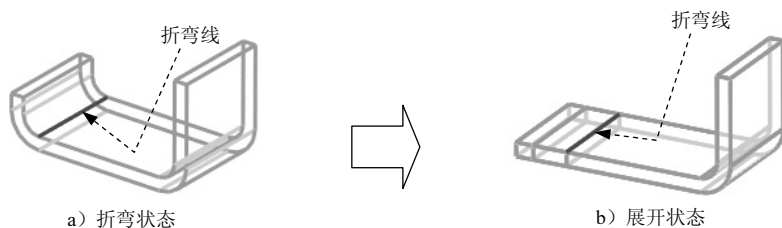

图 4.1.7 外模线轮廓
- ◆ **外模线轮廓**选项：在展开状态时，折弯线位于折弯半径的第一相切边缘，如图 4.1.7 所示。